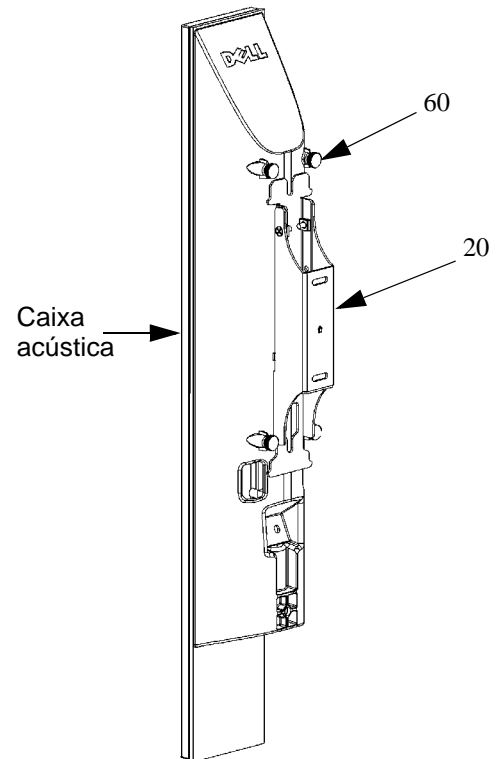

Figura 15. Afrouxe os quatro parafusos de aperto manual
1. Segurando a caixa acústica com uma mão, afrouxe os quatro parafusos de aperto manual (60) que prendem a caixa acústica ao suporte de parede (20). Consulte a figura 15.